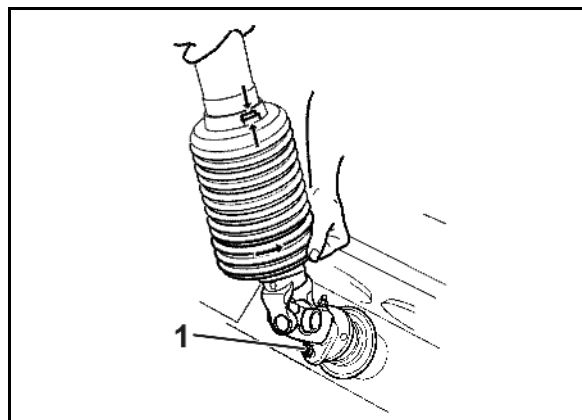

Fig. 95
2. Løsne smørenippelen (Fig. 95/1) i koblingsnavet (Fig. 95/3) på kraftoverføringsakselen (Fig. 95/2).
3. Fjern brytebolten (Fig. 95/4) mellom kraftoverføringsakselens gaffelflens og flensen på girets inngangsaksel.